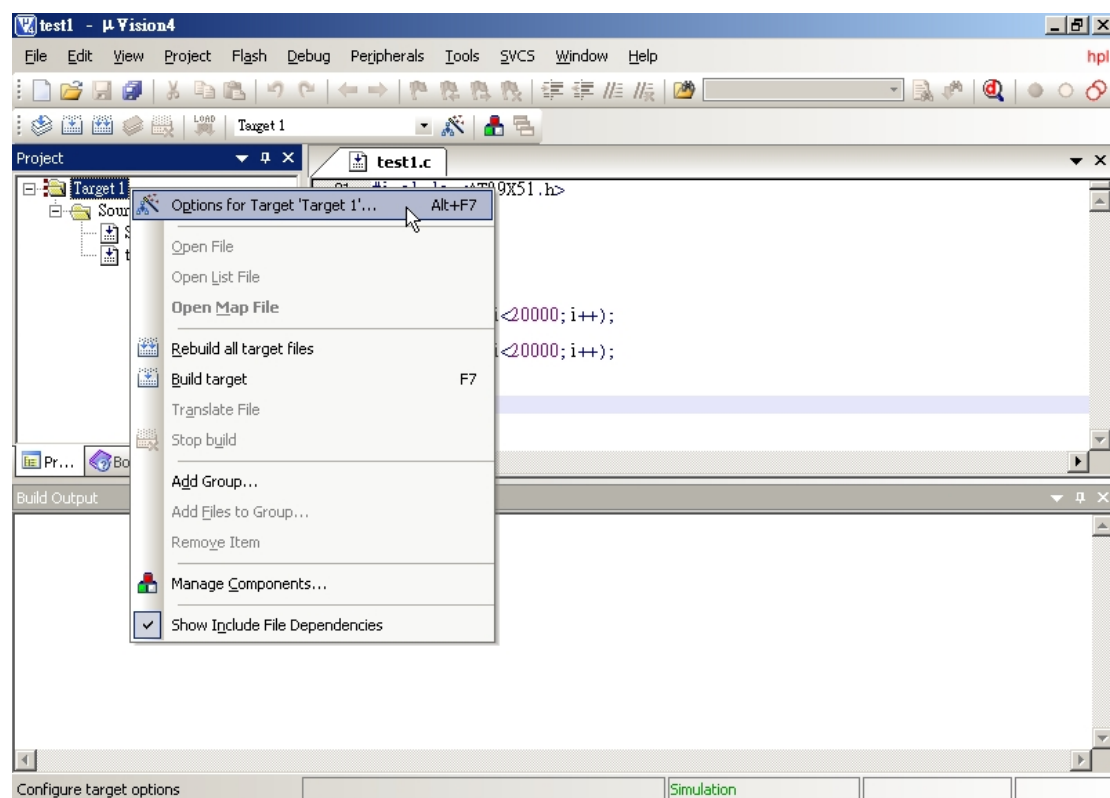

图 1-14 选取 “Options for target
(6) 接下来要来做一些基本的设定选项的工作。滑鼠在屏幕左边的 Target 1 资料夹图示上右键单击，弹出一选单，如图 1-14 所示，然后选取“Options for target ‘Target 1’ ...”。